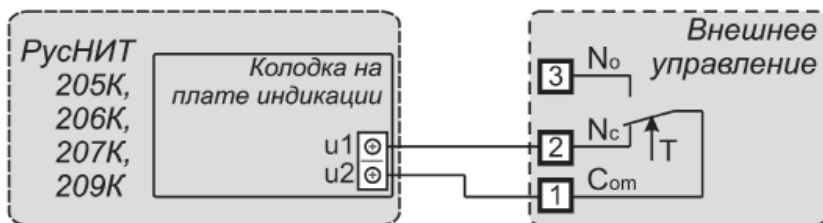

Рис. 8. Схема подключения внешнего управляющего устройства
5.6. Конструкция котлов РусНИТ 205К, 206К, 207К, 209К предусматривает возможность внешнего управления (например, по температуре воздуха отапливаемого помещения или по временным циклам). Для этого на соединительной колодке платы индикации вместо перемычки подключить внешний прибор по приведённой схеме (рис. 8).